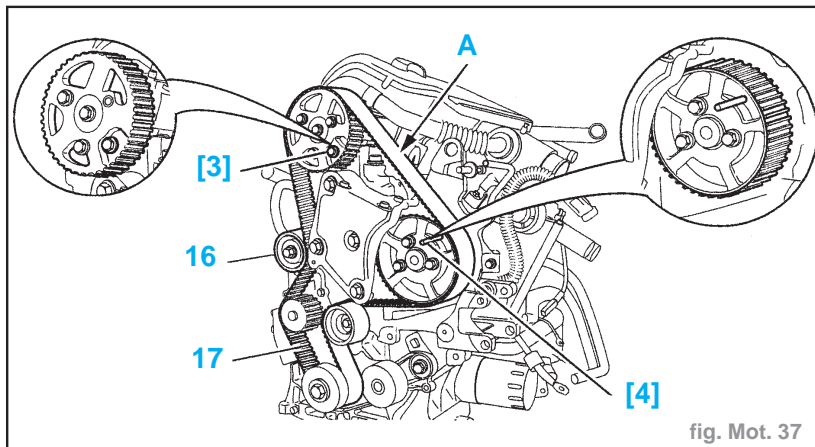

fig. Mot. 37
- Piger la poulie d'arbre à cames à l'aide de l'outil [3] (-).0188-E (fig. Mot. 37).
- Desserrer la fixation du galet tendeur (16).
- Déposer la courroie de distribution (17).